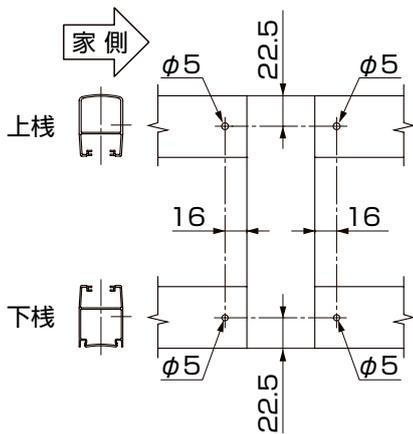
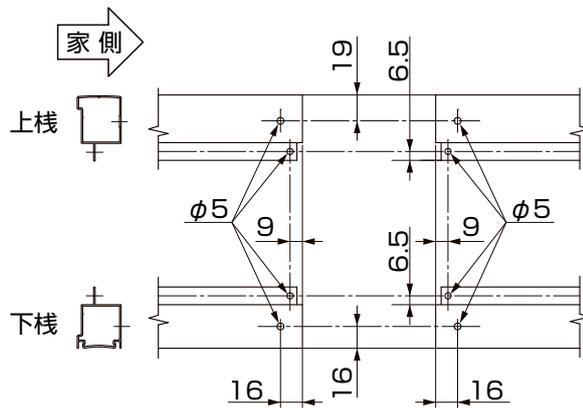
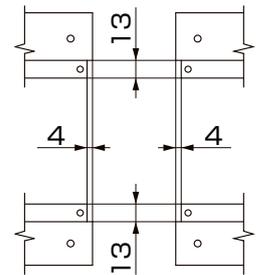

図2-1 ライス1型・7型
図2-2 プレスタ1型
図2-3
①上図を参照して、上・下棧にφ5の孔加工(図2-1、図2-2)と、プレスタ1型は4×13切り欠き(図2-3)を行なってください。